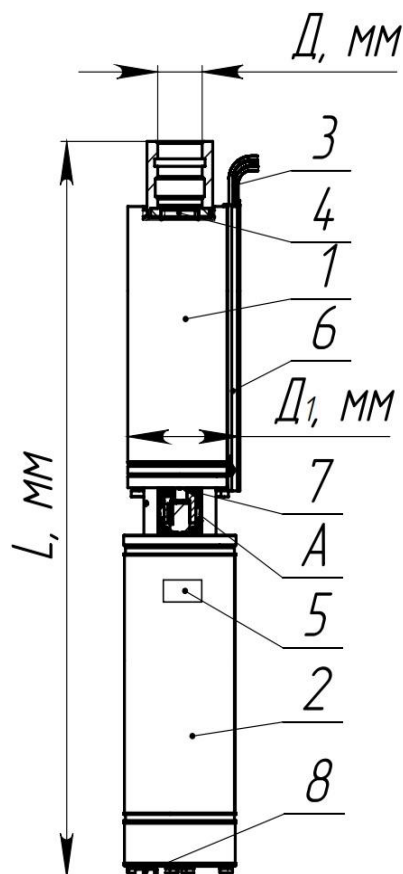

Рис. 1
Агрегат ЭЦВ (см. рис.1) состоит из: насосной части поз.1; электрического двигателя поз.2; проводов токоподводящих поз.3; клапана поз.4; таблички фирменной поз.5; кожуха защитного поз.6; сетки защитной поз.7; пробки сливной поз.8.
Заполнение полостей электродвигателя происходит через специальные трубки, расположенные под сеткой поз.7 (см. рис. 1), при погружении электродвигателя в воду. Пробку поз. 8 перед погружением не выкручивать.
3. Придерживая вал насоса в верхнем положении (см. п. 2), установить насос на фланец электродвигателя и замерить размер “Х” между концами валов (см. рис. 1).